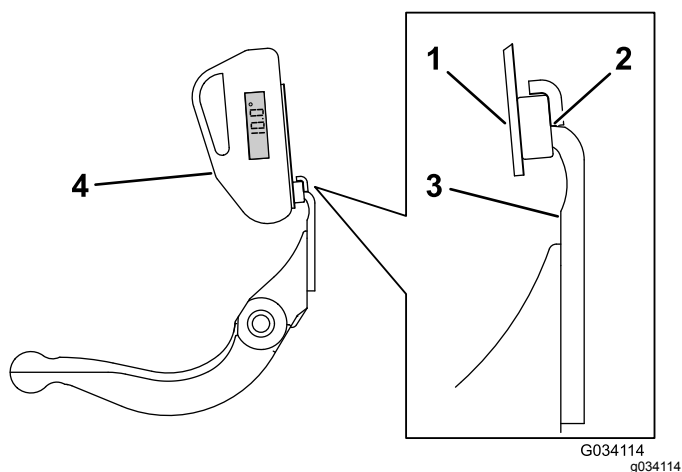

Bild 36
3. Legen Sie die Neigungsmesserbefestigung an die Kante des Untermessers, sodass die Kante des Magnets bündig mit der Kante des Untermessers ist (**Bild 36**).
4. Legen Sie den Neigungsmesser auf die Befestigung, wie in **Bild 36** abgebildet.